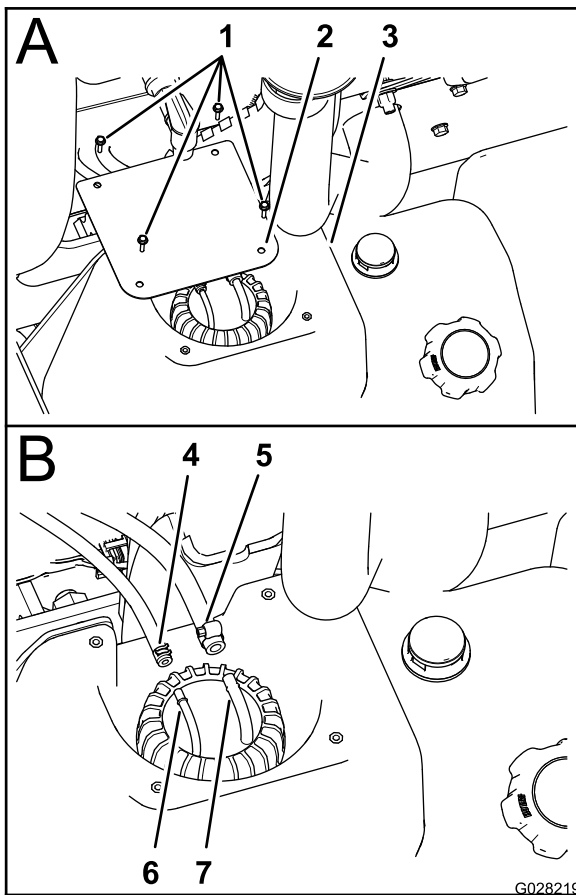

Bild 76
3. Drehen Sie das Ablassventil unten am Wasserabscheider-Filter nach links (Bild 76).
2. Entfernen Sie die vier Schrauben (Nr. 10 x 3/4"), mit denen die Abdeckung oben am Kraftstofftank befestigt ist, und nehmen Sie die Abdeckung ab (Bild 76).
- Lösen Sie die Klemmen, mit denen die zwei Anschlussstücke der Kraftstoffschläuche oben am Steigrohr befestigt sind (Bild 76).
- Schließen Sie die zwei Schläuche von den Schlauchanschlussstücken ab und lassen Sie den Kraftstoff aus den Schläuchen in einen zugelassenen Benzinkanister ablaufen (Bild 76).
- Schließen Sie den Kraftstoffschlauch (1/4" [6.4 mm]) am Schlauchanschlussstück (1/4" [6.4 mm]) an und befestigen Sie den Schlauch mit der Schlauchklemme am Anschlussstück (Bild 76).
der Schlauchklemme am Anschlussstück (Bild 76).